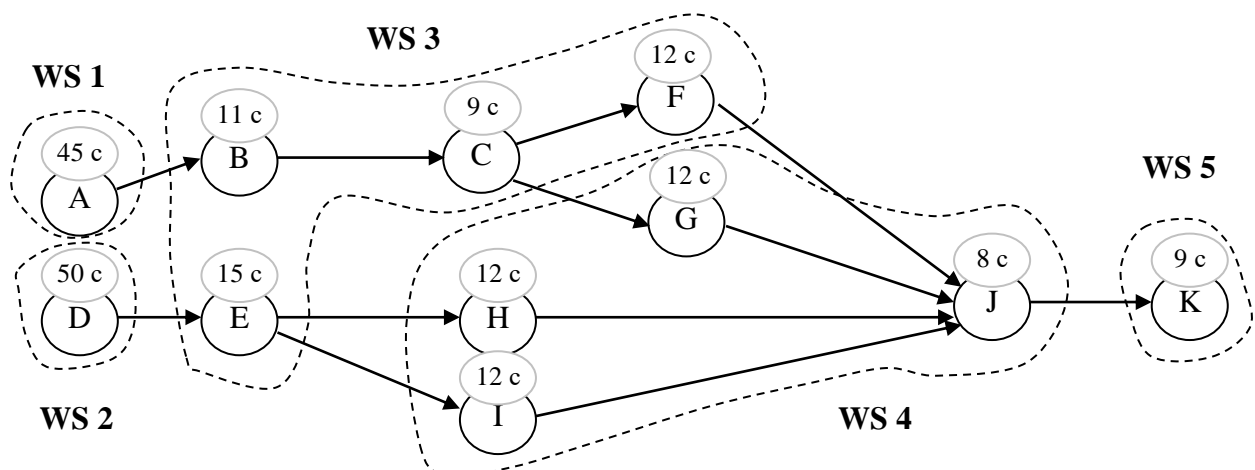

Рис. 2. Граф формування операцій збору візку моделі J, WS – операція (робоче місце)
5. Послідовно, починаючи з елементів A і B, серед елементів з найбільшим числом наступних елементів, **знаходимо найбільш тривалий елемент** і включаємо його в склад операції. Сформовані операції представляємо в табличній формі – табл. 3., і графічний – рис. 2.
Значення ефективності 77% вказує на існування простоїв, тривалість яких для усієї поточної лінії складає 23%. З табл. 3 і рис. 2 видно, що загальний час простоїв складає 57 с., притому 5 операція має максимальний простій – 42,4 с.